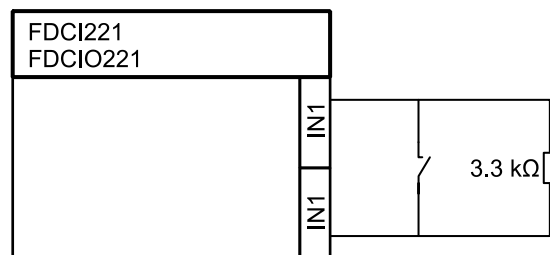
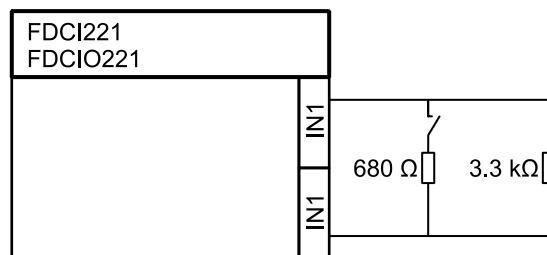

Fig. 7
Fig. 8
- Input monitored for open line: Fig. 7
- Input monitored for open line and short circuit: Fig. 8
3. Connect the resistors to the end of the input line (Fig. 7 and Fig. 8).
- Eingang überwacht auf Unterbruch: Fig. 7
- Eingang überwacht auf Unterbruch und Kurzschluss: Fig. 8